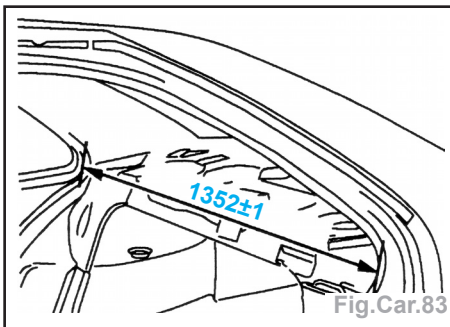

Fig.Car.83
- Contrôler la distance (Fig.Car.83).